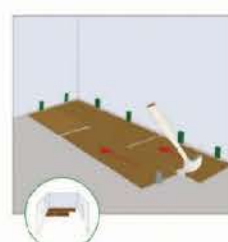

Рисунок 11
12. Далее осуществляется стыковка и подбивка всех 4-х панелей. Они и будут служить стартом для последующего монтажа. Обратите внимание - распорные клинья должны оставаться на месте. (см. рис. 11)